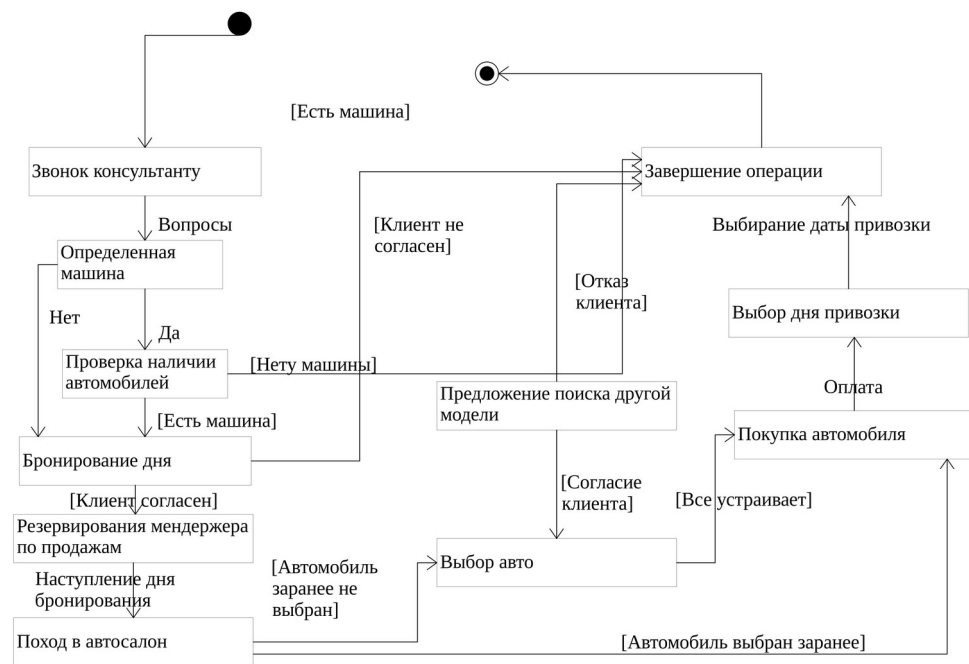

Рисунок 1 – Диаграмма состояний выбранной системы
1. Опишем возможные последовательности состояний и переходов, которые характеризуют поведение элемента исследуемой системы моделирование организации продаж подержанных автомобилей в автосалоне с помощью диаграммы состояний(рис.1):